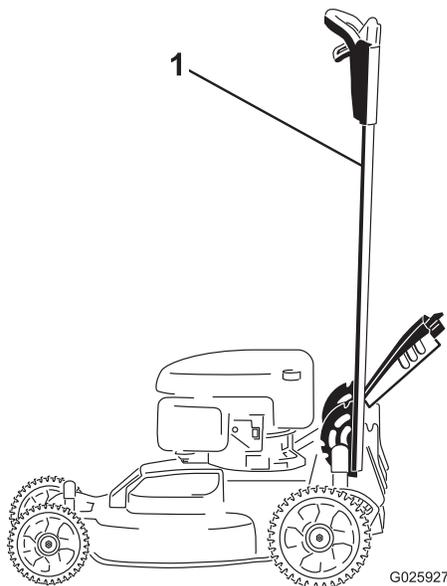

Figure 40
1. Verrouillez le guidon en position verticale (Figure 40); voir Réglage de la hauteur du guidon (page 11).